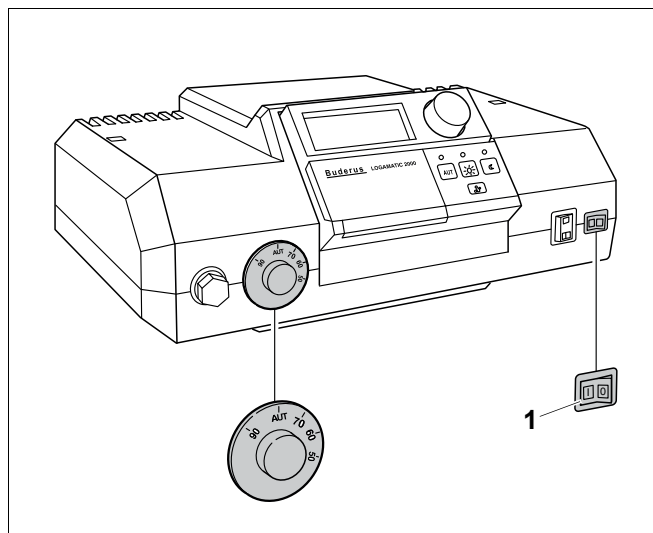
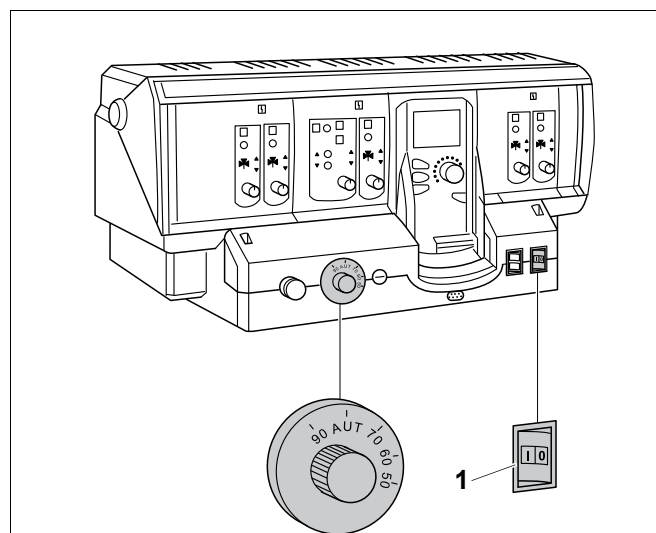

Рис. 37 Система управления Logamatic 2000
Рис. 38 Система управления Logamatic 4000
- Установить пусковой выключатель (рис. 37, поз. 1 или рис. 38, поз. 1) в положение "0" (ВЫКЛ).